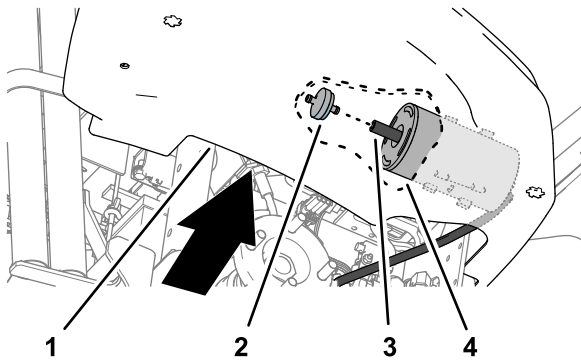

図 31
4. コンソールの下側奥のエッジ部付近にあるカーボンキャニスタフィルタを、キャニスタの所でホースから後方に引き抜く 図 31。
5. 新しいカーボンキャニスタフィルタをホースに取り付ける 図 31。